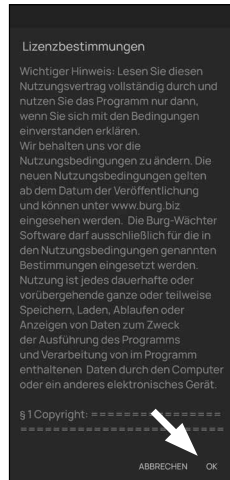

Fig. 2
- 2 La primera vez que abra la aplicación se le mostrarán los términos de licencia para el uso de la app. Lea con detenimiento dichos términos y confirme su aceptación pulsando «OK» en la parte inferior derecha (Fig. 2).